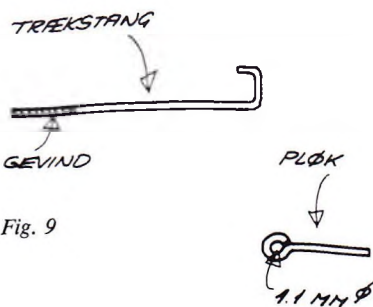

Fig. 9
Nu skal vi blot have fremstillet et nyt trækstangssystem. Her har jeg valgt at lave en ny trækstang samt en »pløk« af 1 mm pianotråd (fig. 9). Pløkken bores ind i roret og ilimes med enten epoxy eller cyanolit ca. 3 mm fra rorets underkant. Der laves et passende hul til trækstangen i listen (1), og der finjusteres. Endelig hængsles roret på overkanten med tape eller nylonbånd, flapper stikkes ind i lommer — fiks og færdig!